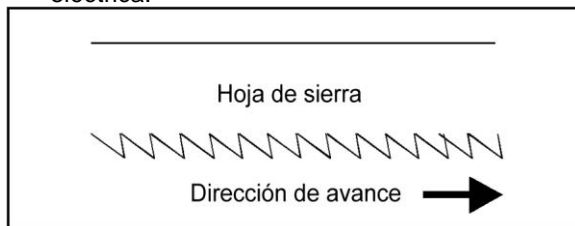

Figura 17: Corrija la dirección de los dientes al reemplazar la hoja.
7. Coloque la hoja de reemplazo en los rodamientos guía de la hoja y enrolle los extremos de la hoja alrededor de las ruedas de mando e intermedias. Nota: Los dientes de la hoja de sierra deben apuntar en la dirección de trabajo. Vea la *Figura 17*.